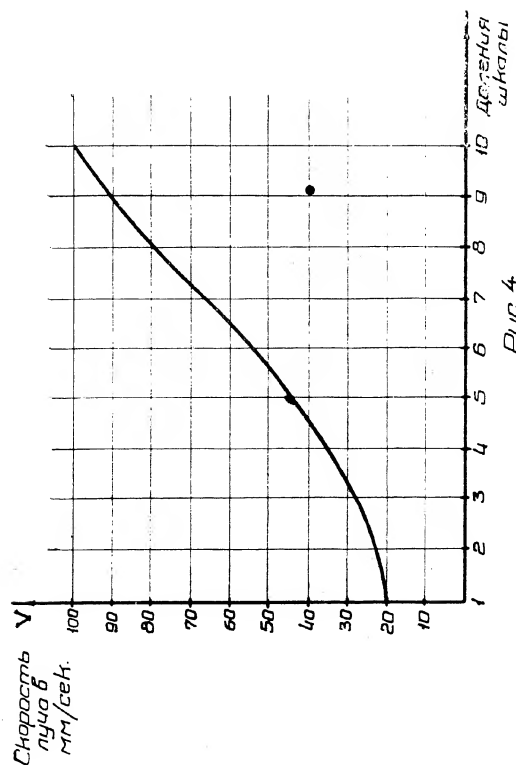

Рис. 4
12. Для того, чтобы установить скорость развертки луча по горизонтали, следует воспользоваться графиком, представленным на рис. 4 и, установив ручку «Скорость развертки» в положение, выбранное по графику, можно производить наблюдение за процессом.